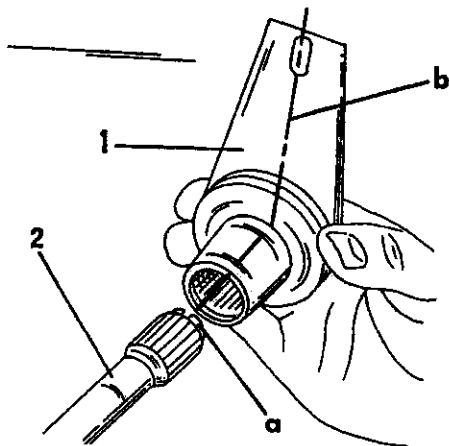

Рис. 255. Установка левого рычага (1) тяги стабилизатора (2). Метки "а" и "б" должны располагаться по одной линии.
• Выровнять рычаг так, чтобы совпала метка (b) на рычаге с меткой (a) на тяге стабилизатора (2). Такая выставка обеспечивает одинаковое положение обоих рычагов после установки (Рис. 255). В этом положении надеть рычаг на тягу стабилизатора до упора.
• Вдвинуть стабилизатор в трубу моста с левой стороны до упора рычага в продольный рычаг. Поставить болт (2) с шайбой (3) на рисунке 252 и затянуть болт моментом 35 нм. Закрепить также опорную скобу троса ручного тормоза.